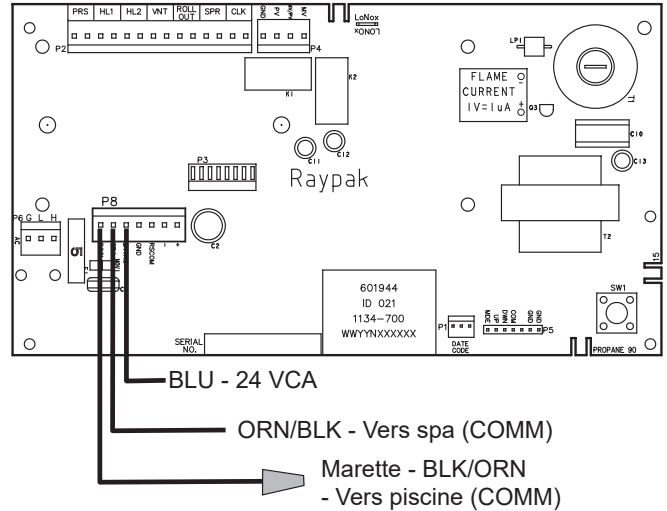

Figure 55. Connexion du harnais de câble d'un thermostat à 2 fils au connecteur P8
7. Connectez le harnais de câble à 7 broches pour thermostat externe au connecteur P8 et mettez l'appareil à ON, voir Figure 55.